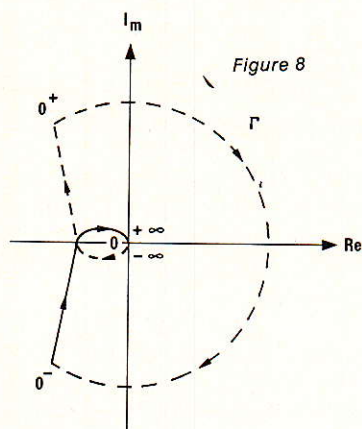

Figure 8
• si $T(p)$ admet à l'origine un pôle d'ordre α , on peut démontrer que la transformée de petit demi-cercle 0^- , 0^+ est constituée de α demi-cercles infiniment grands, dans le plan $T(p)$. Les figures 8 et 9 montrent l'allure de (Γ) pour $\alpha = 1$ et pour $\alpha = 2$.